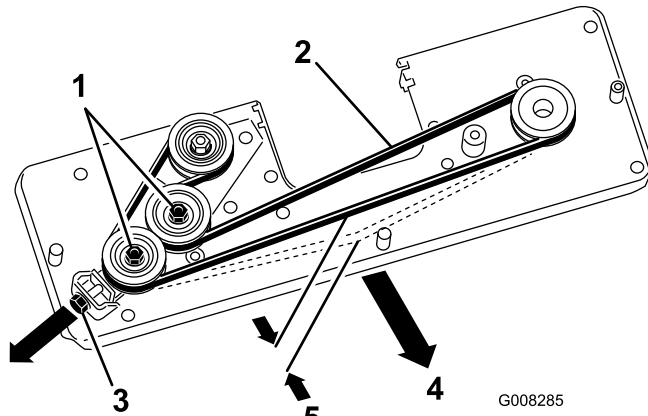

Figura 33
4. Afloje las 2 tuercas hexagonales de la polea tensora (Figura 33).
5. Ajuste la tuerca M10 hasta que la correa se flexione 5 mm con una fuerza de 3 N (Figura 33).